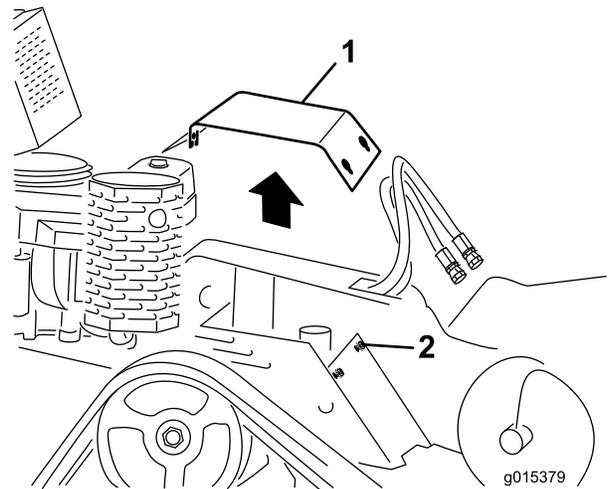

Figure 26
3. Desserrez les trois boulons qui fixent la plaque de protection au châssis l'un après l'autre jusqu'à ce que la plaque se détache (Figure 26).
2. Glissez la plaque de protection en place et fixez-la avec les trois boulons retirés précédemment (Figure 26).